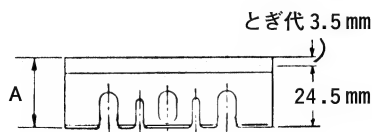

図 36
3.5 mm あります。即ちかんな刃のたけが24.5 mm になるまでとぎ直しをして使用できます。(図36)